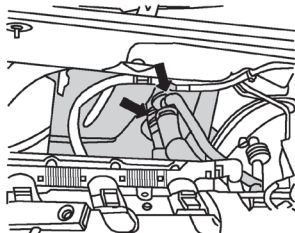

图 5-57 脱开冷却液软管
4) 使用直径最大为 40mm 的软管夹 3093 夹住冷却液软管，在图 5-57 所示箭头位置脱开连接热交换器的冷却液软管。